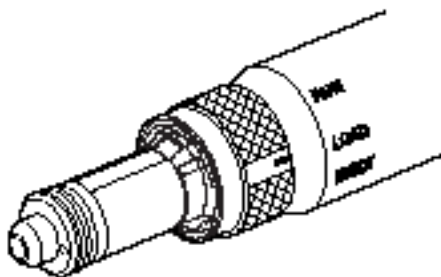

Figura 1 - Colar da peça de mão
**LOAD:** Para instalar o mandril e a broca, girar o colar até a posição “LOAD” (Figura 1). Para substituir a broca não é necessário retirar o mandril.